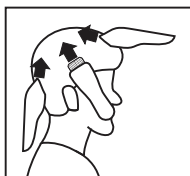

Figura 11
01. Usando o pente de 12 mm cortar a partir da nuca até o alto da cabeça. Manter o pente de 12 mm contra a cabeça e lentamente mover o aparelho através dos cabelos (Figura 11).
02. Usar a mesma técnica cortando de baixo para cima nas laterais da cabeça (Figura 11). Em seguida, cortar os cabelos na direção contrária à do seu crescimento a partir da testa até o alto da cabeça e nivelar o corte com as laterais.